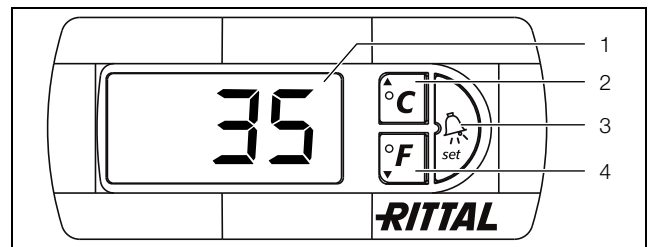

Bild 16: Display och systemanalys med e-Comfort controller
e-Comfort kontrollern har en 7-segmentsdisplay (bild 16, pos. 1). Efter att strömförsörjningen kopplats in visas den aktuella mjukvaruversionen under de första 2 sekunderna. I normal drift visas temperaturen (kan kopplas om mellan grader Celsius och Fahrenheit) och felmeddelanden.
Programmering av apparaten görs via knapparna 2 – 4 (bild 16) Parametrarna för detta visas likaså på displayen.
- Tryck samtidigt på knapparna 2 (°C) och 3 ("Set") (bild 16) i minst 5 sekunder.
Med knapparna 2, 3 och 4 (bild 16) kan du ändra parametrarna inom angivna områden (minimivärde, maximivärde).